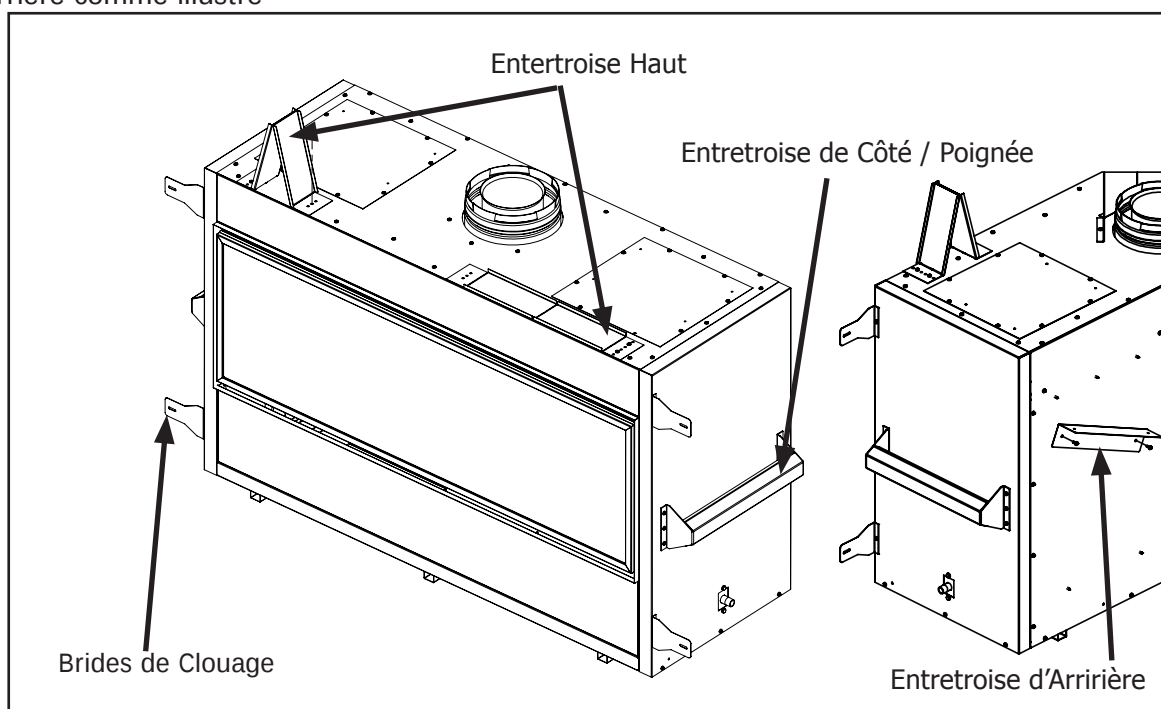

Figure 17: Preparation
Prenez une minute pour vous familiariser avec la figure 17 ci-dessous.
- Le haut des entretoises de cadrage doit être replié et sécurisés sur un côté avec une vis T-20, cela peut être vu dans Figure 17.